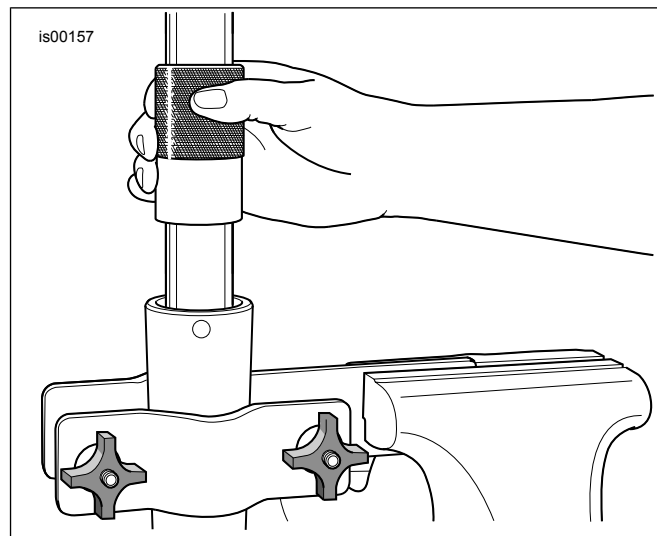

Figura 4. Montare garnitură de ulei de furcă
- Ungeți diametrul interior (ID) și diametrul exterior (OD) al bușei glisorului (E) cu ulei de furcă curat. Glisați bușca glisorului în jos pe tubul furcii (în oricare direcție).
- Glisați distanțierul de etanșare (D) în jos pe tubul furcii până când acesta atinge bușca glisorului în oricare direcție).
- Ungeți diametrul interior al **noii** garnituri de ulei a furcii (4) cu ulei de furcă curat. Ungeți diametrul exterior OD al garniturii de ulei a furcii cu gresant pentru garnituri Harley-Davidson. Cu partea inscripționată orientată în sus, glisați garnitura de ulei de furcă în jos pe tubul furcii până când atinge garnitura distanțierului.
- Consultați Figura 4 . Alegeți instrumentul pentru garnitură/bușcă furcă (HD-45305) și continuați, după cum urmează:
- Consultați Figura 4 . Folosind instrumentul ca un ciocan glisant, împingeți garnitura de ulei a furcii (cu distanțierul și bușca glisorului) în jos pe tubul furcii până când canelura clemei opritor este vizibilă în diametrul interior al glisorului furcii.